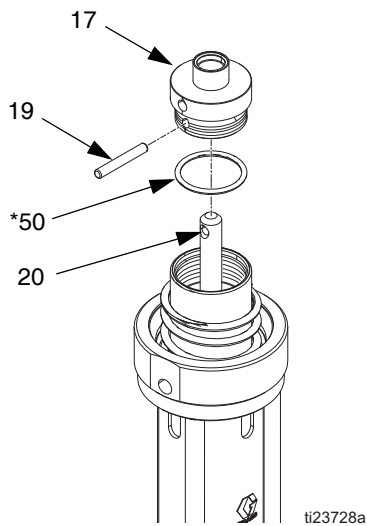

FIG. 14
- Avlägsna dymling (19) och ta av kolvlocket (17) från överföringsaxeln (20). Avlägsna o-ring (50\*) från kolvlocket. Kontrollera alla delar och se efter om de är skadade. Se FIG. 14.